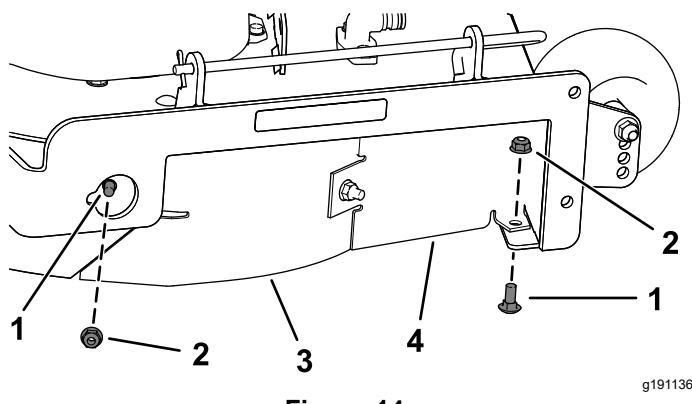

Figura 14
7. Remova os dois parafusos de carroçaria (5/16 x ¾ pol.) e as duas porcas de bloqueio (5/16 pol.) que prendem o abafador direito e a proteção do abafador à plataforma do cortador (Figura 14).